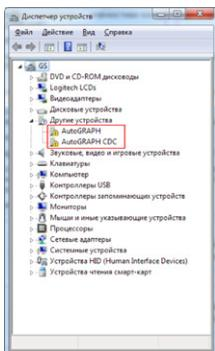

Рис.1.
1. Подключите контроллер АвтоГРАФ-GSM с ПК, используя интерфейсный кабель USB AM – USB miniB 5 pin. Система автоматически найдет новое оборудование (Рис.1). Для работы контроллера с сервисно-диагностическими, диспетчерскими и конфигурационными программами достаточно установить драйвер устройства AutoGRAPH. Для работы контроллера в режиме GPS-мыши в системе должен быть установлен драйвер для устройства AutoGRAPH CDC.